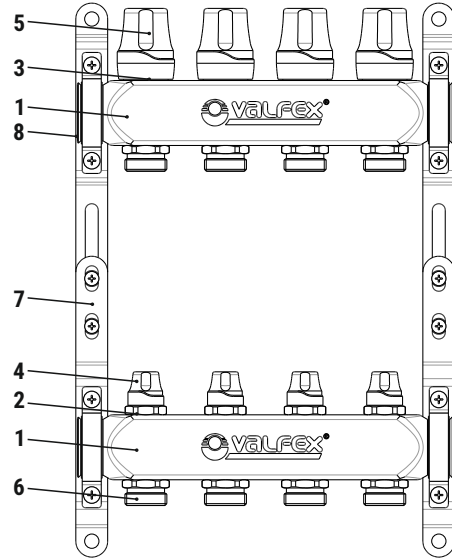

Рис. 1
- Состав коллекторного блока (Рис. 1)